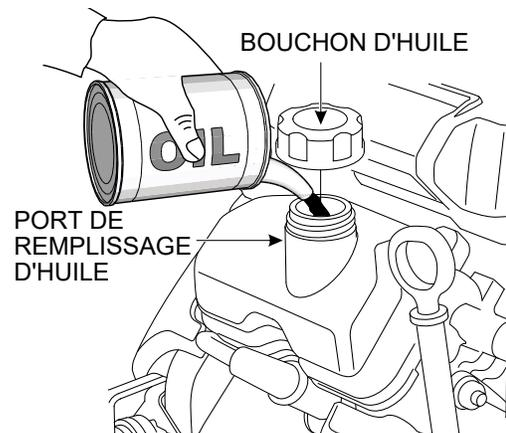

Figure 11. Port de remplissage d'huile moteur
4. Si le niveau d'huile est bas, retirer le bouchon de remplissage d'huile (Figure 11) et remplir jusqu'à obtenir un niveau de fonctionnement sécuritaire (maximum) comme cela est indiqué par la jauge d'huile. Remplir avec le type d'huile recommandé dans le Tableau 6. La capacité d'huile maximale est de 2,0 pintes (1,9 L).